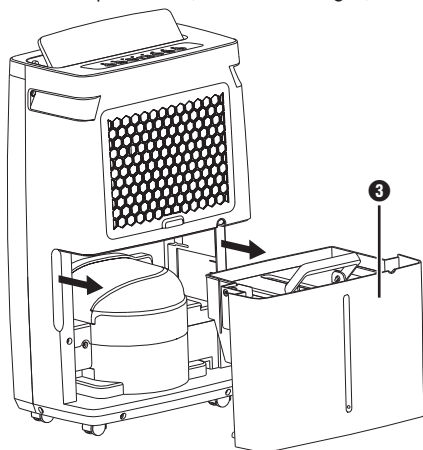

Abb. 1
- ◆ Ziehen Sie den Wassertank ③ vorsichtig an den seitlichen Griffmulden aus dem Gerät heraus. Verwenden Sie den Griff, um den Wassertank ③ zu transportieren. (siehe Abbildung 1).